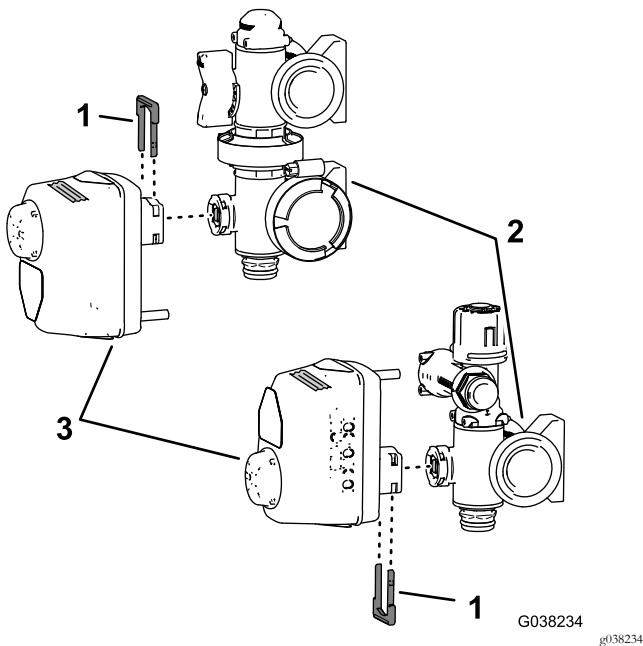

Рисунок 52
- Снимите держатель, который крепит привод клапана к коллекторному клапану, и отделите привод от клапана (Рисунок 52).